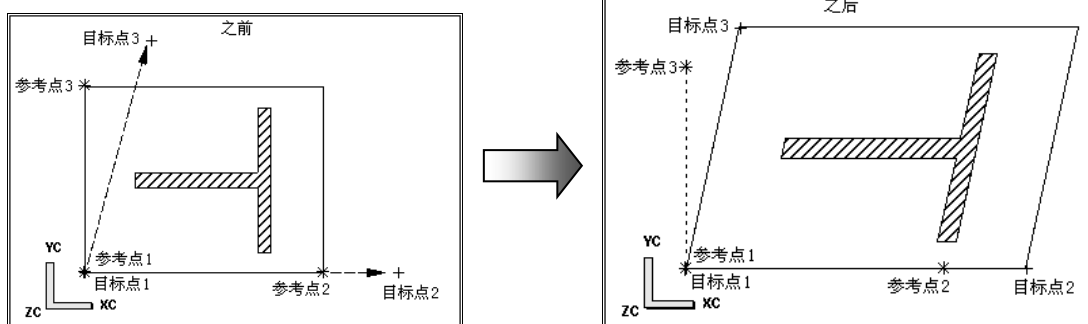

图 2-56 “3 点拟合”示意图
- 3-点拟合：通过 3 个参考点和 3 个目标点来缩放和重定位对象，如图 2-56 所示。